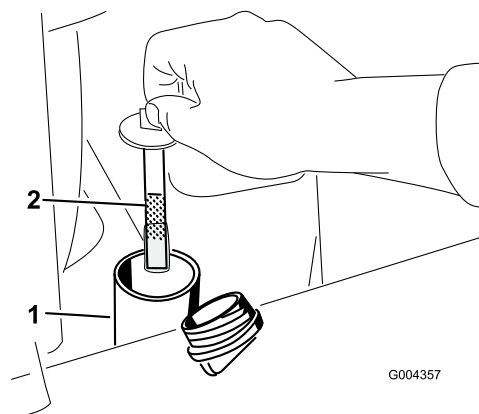

Figura 19
6. Togliere il tappo dal collo del bocchettone e controllare il livello del fluido sull'asta di livello (Figura 19).